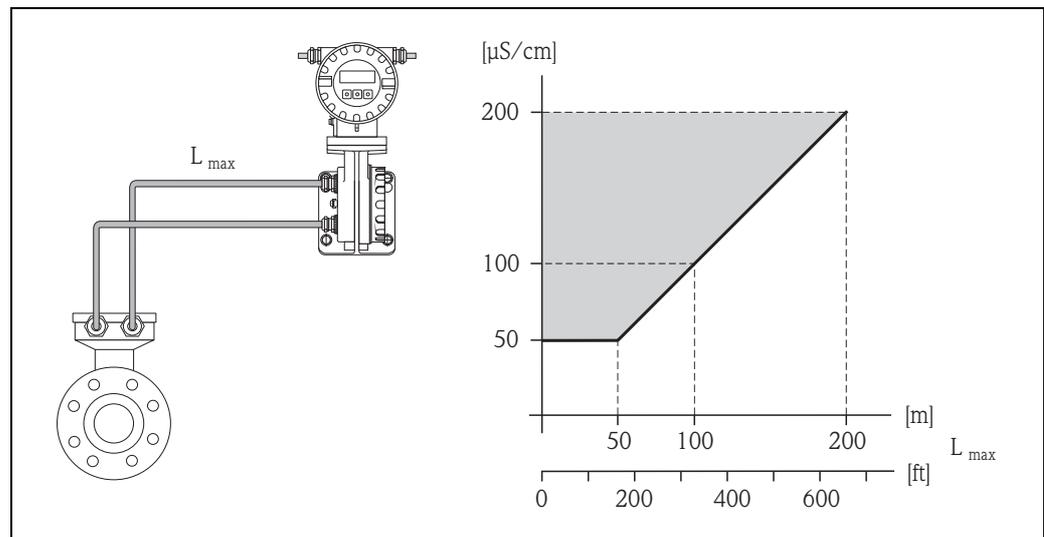

Fig. 16: Longitud admisible del cable de la versión separada
- La longitud máxima admisible del cable de conexión  $L_{m\acute{a}x.}$  depende de la conductividad del fluido ( $\rightarrow$  Fig. 16). La conductividad mínima requerida de cualquier líquido es de 50  $\mu\text{S/cm}$ .